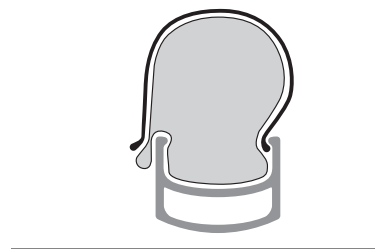

図 16. チューブがタイヤとリムとの間に挟まらないようにする。
6. 反対側のビードもリムに収めます。バルブの位置から始めましょう。タイヤを取り付ける際、チューブをリムとタイヤの間に挟まないよう気をつけてください(図16)。